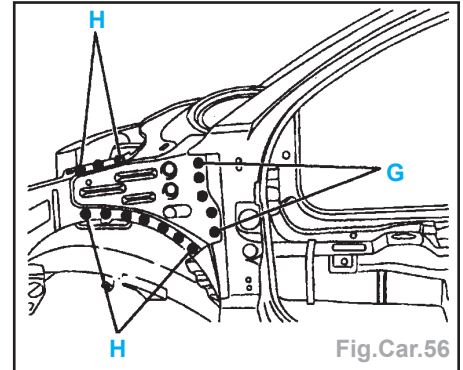

Fig.Car.56
- par points bouchons au MIG (suivant **G**) et meuler (Fig.Car.56),